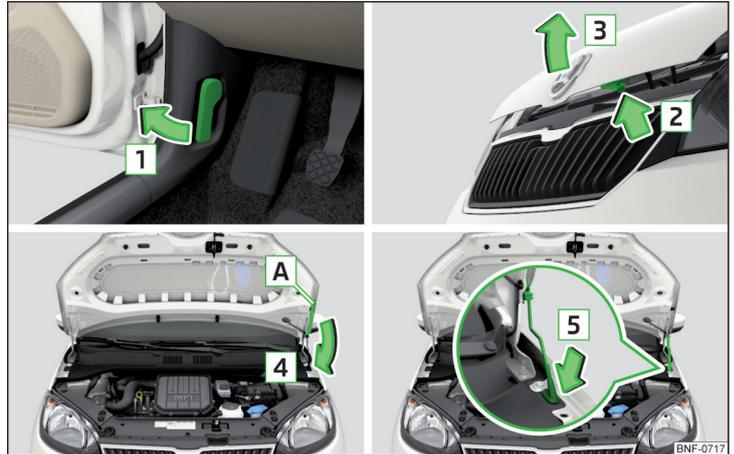

Abb. 136 Motorraumklappe öffnen
- Die Vordertür öffnen und am Entriegelungshebel unterhalb der Schalttafel in Pfeilrichtung **1** ziehen » Abb. 136.